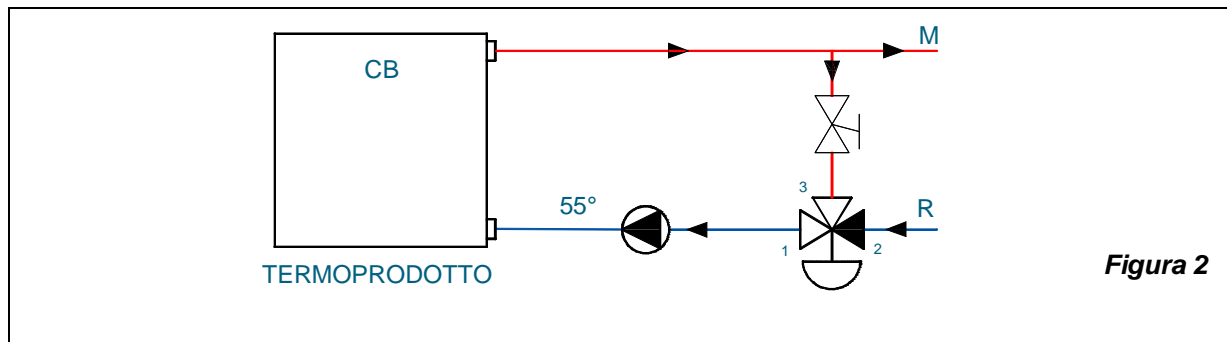

Figura 2
3.3. VALVOLA MISCELATRICE TERMOSTATICA AUTOMATICA (OPTIONAL) - Figura 2